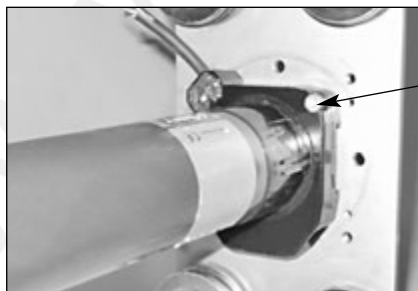

Рис.2.1 Установка адаптера и кольца конечного положения.
- 2.1. Установить на электродвигатель кольцо конечного положения и адаптер. Зафиксировать адаптер (рис.2.1).